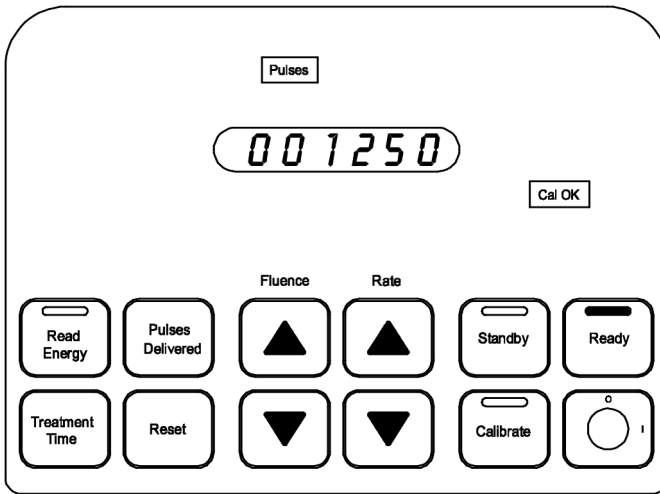

Afbeelding 10
5. Als u de pedaal indrukt, gaan de rode indicator **Laseren** (Lasing) en de rode statusindicator boven op het bedieningspaneel branden. (afbeelding 10)